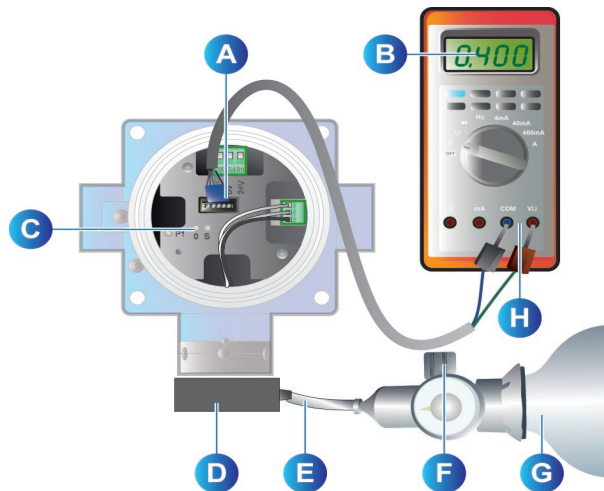

Figura 14: Regulação do zero (OLCT 100)
2. Inserir as fichas verdes e brancas do cordão de medição respectivamente nos blocos terminais + e – do multímetro (Figura 14, rep. H).
2. Inserir as fichas verdes e brancas do cordão de medição respectivamente nos blocos terminais + e - do multímetro (Figura 14, rep. H).